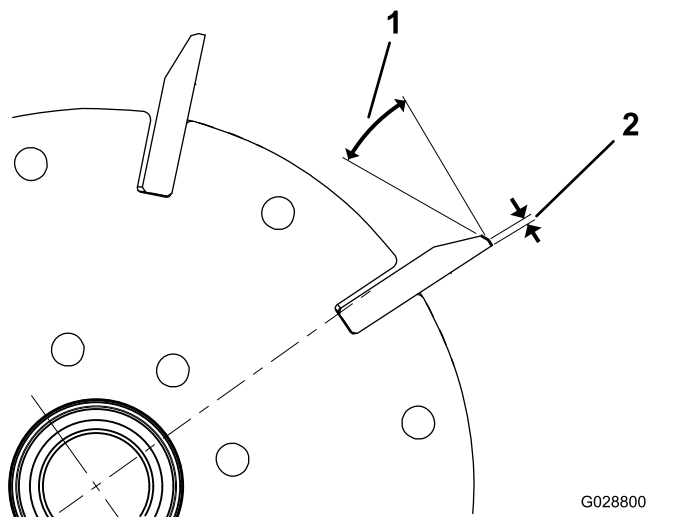

Figura 28
- Aplicați un unghi de rectificare 30° pentru toate lamele cilindrului, până când lățimea la sol atinge 0,8 mm (Figura 28).